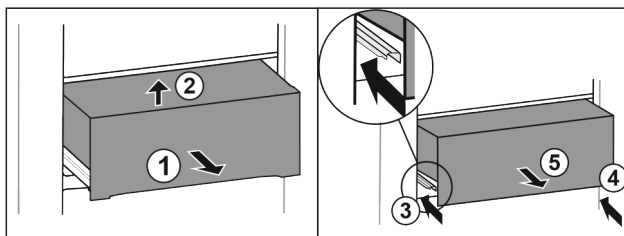

Fig. 39
- Zásuvku napůl vytáhněte. Fig. 39 (1)
- Nadzvedněte zásuvku vpředu. Fig. 39 (2)
- Zasuňte levou kolejničku. Fig. 39 (3)
- Zasuňte pravou kolejničku. Fig. 39 (4)
- Vyjměte zásuvku dopředu. Fig. 39 (5)